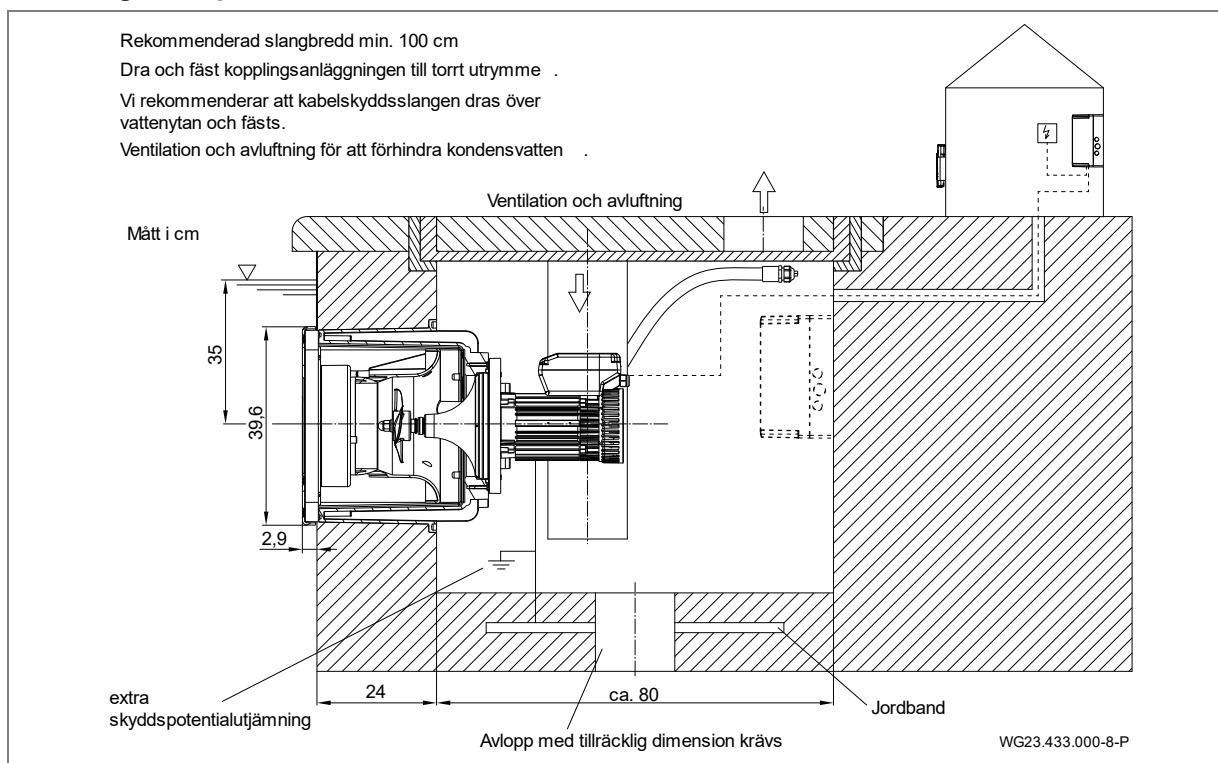

Bild 17
1. Avfetta anslutningsmuffarna (d, (Bild 17)) på plasthöljet (1) och anslutningsbussningen från kabelskyddsslangen (12) med PVC-U/ABS-rengöringsmedel.
Anläggningen ska placeras i ett schakt som angränsar till poolkanten. I uppställningsrummet måste det finnas en problemfri ventilation och avluftning och tillräckligt markavlopp. Det måste finnas möjlighet att fästa kabelskyddsslangen (helst ovanför vattennivån). I schaktet måste det finnas en anslutning till en potentialutjämning. Se "Bild 17" på sida 20.